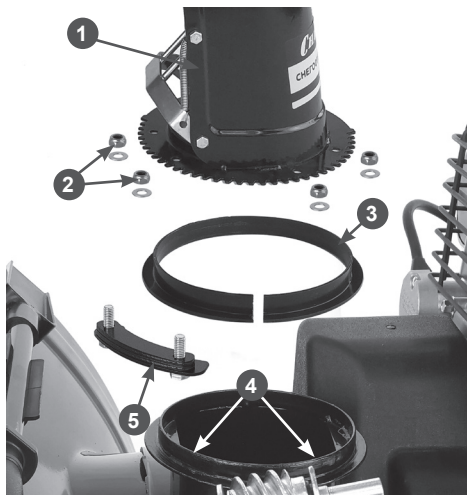

Рис. 19 Установка жёлоба выброса снега
- убедитесь, что пластиковое кольцо 3 установлено на фланце 4 отверстия выброса снега (Рис. 19);
- установите жёлоб 1 выброса снега, как показано на Рис. 19 и закрепите его с помощью пластин 5 с болтами и гаек 2 с шайбами (Рис. 19).